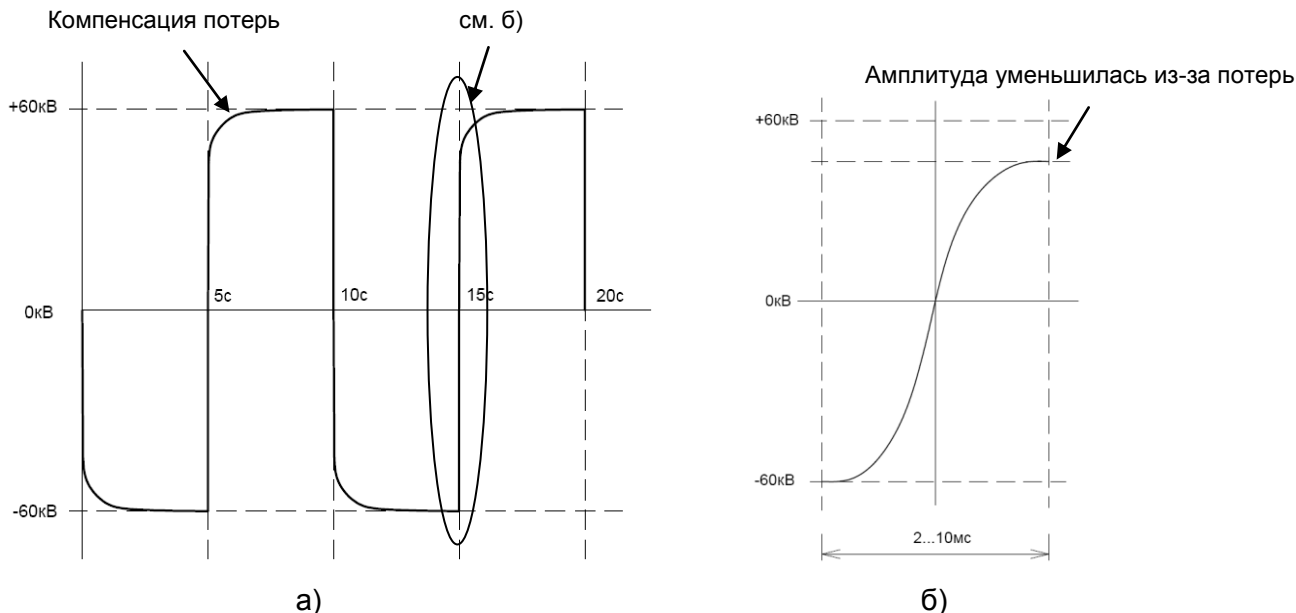

Рисунок 4. Форма испытательного напряжения.
1.5.22. После переключения полярности амплитуда испытательного напряжения на объекте уменьшается вследствие потерь в цепях колебательного контура (Рисунок 4б). Источники положительного и отрицательного высокого напряжения компенсируют эти потери после каждого цикла изменения полярности, таким образом, обеспечивается симметричность испытательного напряжения частоты 0,1 Гц.